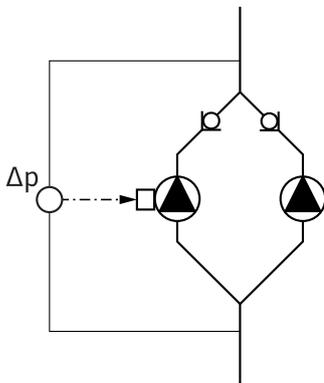

Fig. 18: Esempio, attacco trasduttore differenza di pressione
- Nell'esempio nella Fig. 18, la pompa master è quella a sinistra nella direzione del flusso. Collegare a questa pompa il trasduttore differenza di pressione.
- I punti di misura del trasduttore differenza di pressione della pompa master devono trovarsi nel rispettivo collettore sul lato aspirazione e lato mandata dell'impianto a due pompe (Fig. 18).